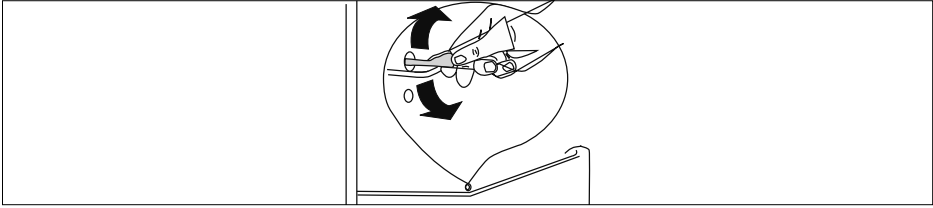

Abb. 21
- ▶ Säubern Sie die Ablaufrinne für Kondenswasser im Kühlraum (9) z. B. mit einem Wattestäbchen bzw. einem Reinigungsdorn (siehe **Abb. 21**).
- ▶ Alle Ausstattungselemente sorgfältig mit einem milden Reinigungsmittel (z. B. Spülmittel) reinigen (Obst-/Gemüsefach (8), Türfächer (4/6), Glaseinlegeböden (10/11)).